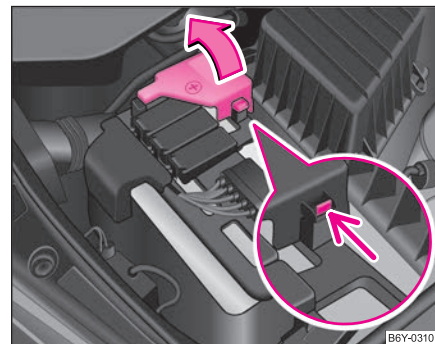

Fig. 169 Bateria:
- Deschideți capacul polului plus ⇒ fig. 169, resp. capacul bateriei ⇒ pagina 202.